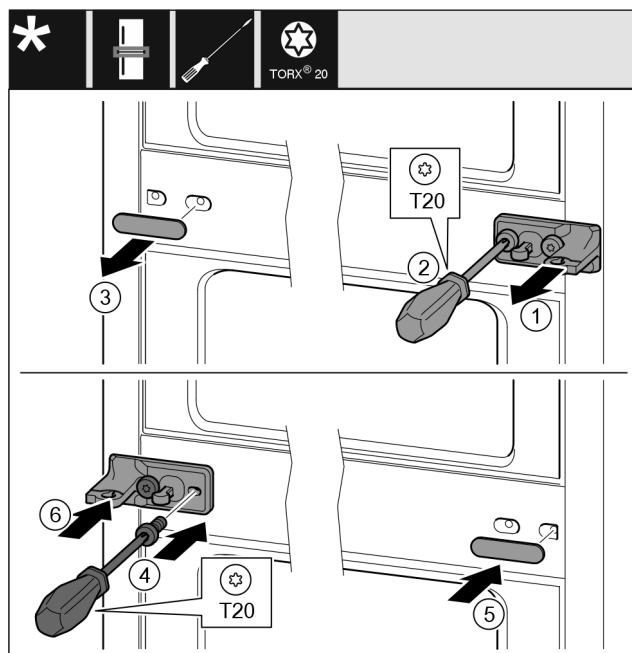

Fig. 41
- ▶ 拆下垫片 Fig. 41 (1)。
- ▶ 用螺丝刀将螺钉 Fig. 41 (2)旋开。
- ▶ 小心拆下盖板 Fig. 41 (3)。
- ▶ 将带薄膜的托架 Fig. 41 (4)旋转 180° 至另一侧拧紧。
- ▶ 将盖板 Fig. 41 (5)旋转 180° 至另一侧装上。
- ▶ 从前面推入垫片 Fig. 41 (6)。